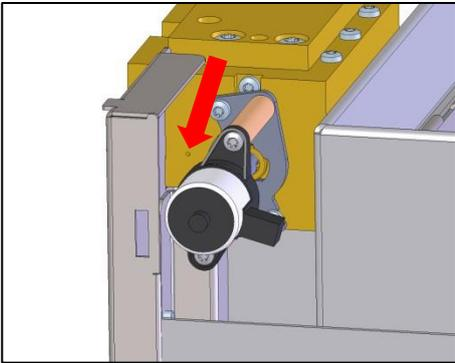

Рис. 54: Отверстие для доливки в устройство контроля уровня
- Медленно влить с помощью шприца водопроводную воду в рассчитанном количестве через боковое отверстие у переключающего клапана (→ Рис. 54).